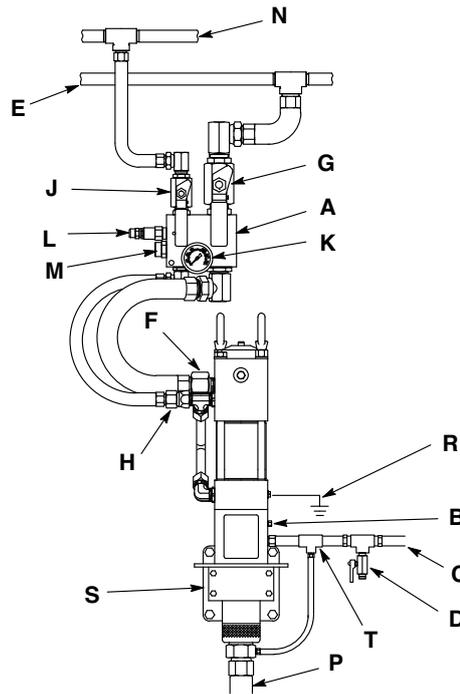

Рис. 2: Типовой монтаж
ПРИМЕЧАНИЕ. Установка, показанная на Рис. 2 является лишь рекомендацией. За помощью в разработке системы, отвечающей определенным требованиям, обратитесь к представителю компании Graco.
Элемент управления гидравлической жидкостью: Элемент управления гидравлической жидкостью обеспечивает регулировку давления и изоляцию насоса. (Рис. 2)
2. Сначала откройте запорный клапан линии возврата (Н), а затем медленно откройте запорный клапан гидравлической линии подачи (К). (Рис. 2)